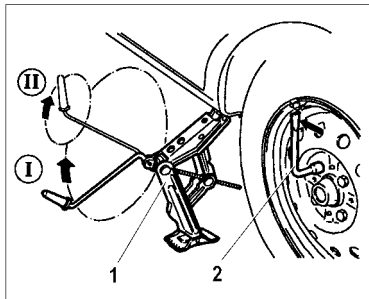

Рис. 47. Подъем автомобиля при замене колес
- ослабьте на один оборот комбинированным ключом 2 (рис. 47) болты крепления заменяемого колеса;